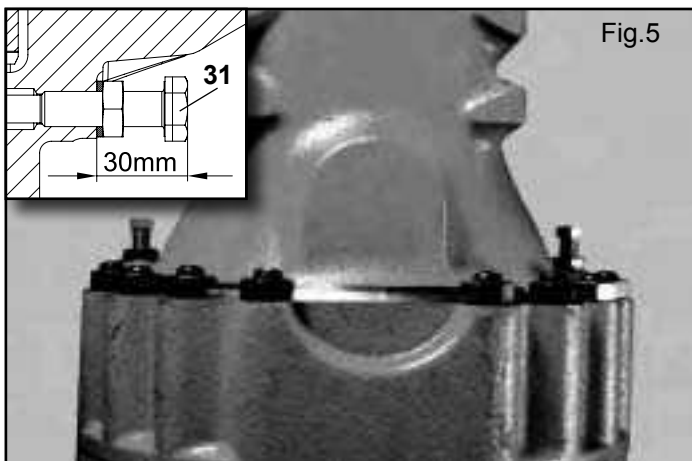

Fig.5
Regolare le viti (31) fino ad avere una sporgenza rispetto al braccio di 30 ± 0.5 mm. fig.5